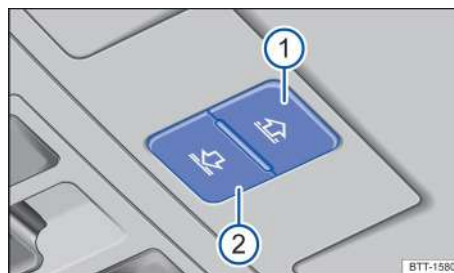

Рисунок 73. На потолке: кнопка управления шторкой люка
Кнопка → **Рисунок 73** ① и ② имеет две позиции. Первая позиция полностью или частично закрывает или открывает шторку.
- Нажмите кнопку в течение 5 секунд после срабатывания функции защиты от заземления → **Рисунок 73** ②, пока шторка не закроется полностью.